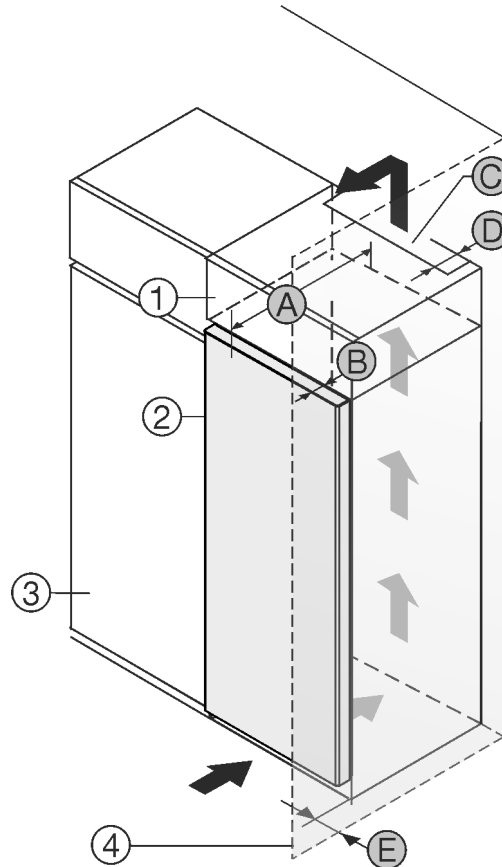

Fig. 1
- (1) Uždedama spintelė *
- (2) Prietaisas *
- (3) Virtuvės spinta *
- (4) Sieną *
- (5) Sieną *
- (A) Prietaiso gylis *
- (B) Durų gylis *
- (C) Vėdinimo angos skerspjūvis *
- (D) Atstumas iki galinės prietaiso pusės *
- (E) Atstumas iki prietaiso pusės *
Prietaisą galite statyti iš karto šalia virtuvės spintelės Fig. 1 (3)*.
Galinėje uždedamos spintelės pusėje turi likti tarpas ventiliacijai, kurio gylis Fig. 1 (D) būtų per visą uždedamos spintelės plotį.*
Po patalpos lubomis turi būti laikomasi vėdinimo angos skerspjūvio Fig. 1 (C)*.
Jei prietaisas su lankstais statomas greta sienos Fig. 1 (4), mažiausias atstumas tarp prietaiso ir sienos turi būti 13 mm.*
Jei prietaisas su lankstais statomas greta sienos Fig. 1 (4), mažiausias atstumas tarp prietaiso ir sienos turi būti 20 mm.*
Kad durys atsidarytų iki galo, palyginti su šaldytuvo priekiu, prietaisas turi išsikišti bent per savo durų gylį *Fig. 1 (B)*. Priklausomai nuo virtuvės spintelių *Fig. 1 (3)* gylio ir atstumo iki sienos nustatančių detalių naudojimo, prietaisas gali išsikišti daugiau.*